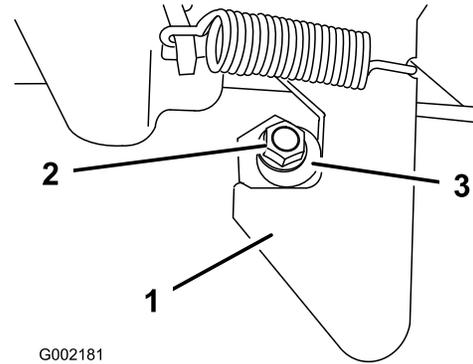

Bild 67
1. Lösen Sie die Sicherungsmutter am Ende der Riegelstrebe (Bild 67).
2. Drehen Sie die Riegelstrebe nach rechts, bis sie bündig mit dem Hakenteil des Riegels ist (Bild 67).